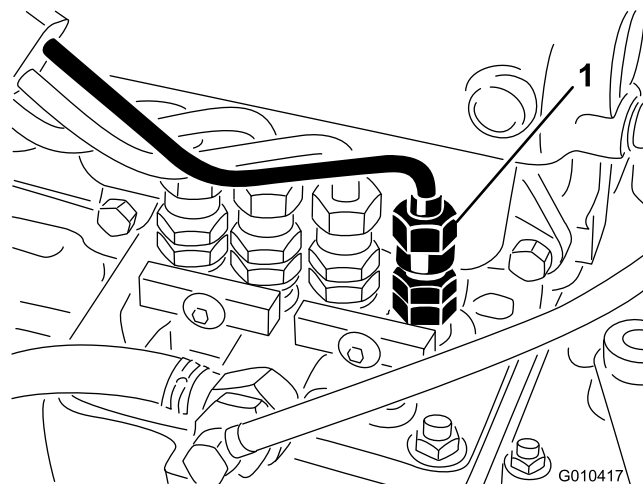

Figura 35
1. Allentate l'attacco del tubo con l'assieme del supporto e dell'ugello dell'iniettore n. 1 sulla pompa di iniezione (Figura 35).